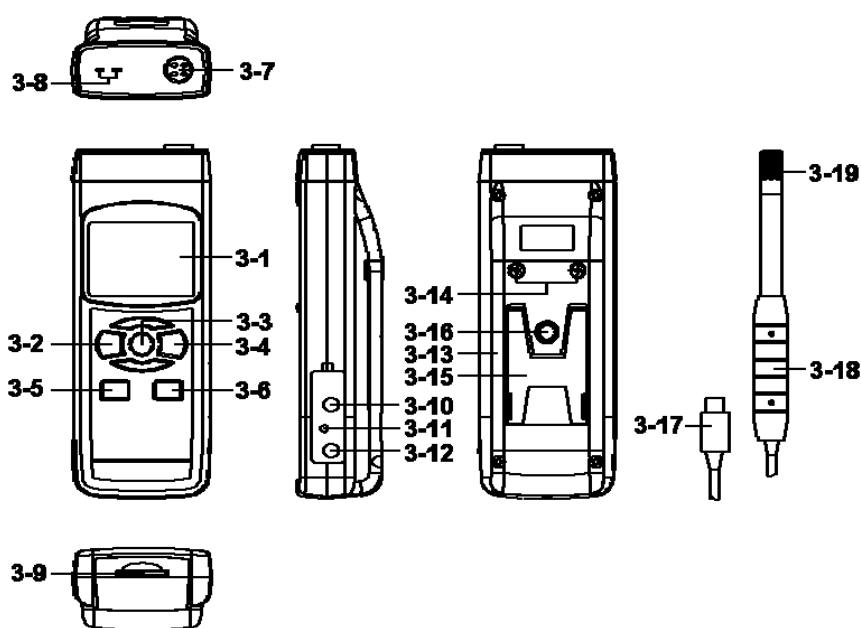

Fig.1
- 1) Encienda el medidor presionando momentáneamente el “Botón Encender” (3-2, Fig. 1).
- * Si presiona continuamente el “Botón Encender” (3-2, Fig. 1) durante 2 segundos el medidor se apagará.
Presionando continuamente el botón “Función” (3-3, Fig.1) (sin soltar el botón), la pantalla mostrará la siguiente secuencia de texto:
Hasta que en la pantalla aparezca el modo deseado (Función) no suelte el botón “Función” (3-3, Fig.1), el medidor ejecutará esta función.
- b. Conecte el "Enchufe de la sonda" (3-17, Fig. 1) en la " Toma del enchufe de la sonda" (3-7, Fig. 1).
Encienda el medidor presionando el "Botón Encender" (3-2, Fig. 1). En la pantalla LCD aparecerá la unidad "%H.r" y "°C o °F" a la misma vez que el valor de la medición (en la pantalla superior aparecerá el valor de la Humedad y en la pantalla superior el valor de la temperatura).
- b. No instale la “Sonda” (3-17, Fig.1) en el enchufe de la sonda (3-7, Fig.1)
- c. Enchufe la sonda de temperatura de termopar (sonda de temperatura opcional Tipo K o J) en el enchufe de “la toma de entrada de la sonda Tipo K/J” (3-8, Fig.1). En la pantalla aparecerá el valor de la medición tomada por la sonda de temperatura.
Durante la medición, presione el "Botón Hold" (3-3, Fig. 1) para mantener el valor de la medición y en la pantalla LCD aparecerá el símbolo " HOLD ".
- 1) La función de grabación de datos guarda las lecturas de los valores máximos y mínimos. Presione el botón "REC" (3-4, Fig.1) una vez para iniciar la función. El símbolo " REC " aparecerá en la pantalla.
- a. Presione el botón "REC" (3-4, Fig.1) el símbolo "REC MAX" junto con el valor máximo aparecerá en la pantalla. Si intenta borrar el valor máximo, presione el " Botón Hold " (3-3, Fig. 1) una vez, y en la pantalla solamente aparecerá el símbolo " REC. " mientras que la función de memoria se ejecutará continuamente.
- b. Presione el "Botón REC " (3-4, Fig. 1) de nuevo, el símbolo " REC. MIN. " junto con el valor mínimo aparecerán en la pantalla. Si intenta borrar el valor mínimo, presione el " Botón Hold " (3-3, Fig. 1) y en la pantalla solamente aparecerá el símbolo " REC. " mientras que la función de memoria se ejecutará continuamente.
Cuando conecte el medidor, la luz del fondo de la pantalla LCD se encenderá automáticamente. Durante la medición presione el "Botón Backlight" (3-2, Fig. 1) una vez para apagar la luz de fondo.
Prepare una tarjeta de memoria " SD " (de 1 GB hasta 16 GB), inserte la tarjeta SD en " la ranura de la tarjeta SD " (3-9, Fig. 1). La parte delantera de la tarjeta SD deberá estar de cara a la cubierta inferior.
Presione el botón " REC" (3-4, Fig. 1) una vez y en la pantalla LCD aparecerá el texto "REC", luego presione el "Botón Logger" (3-6, Fig. 1), y el símbolo " REC " parpadeará mientras que los datos de medición y la información horaria se guardan en el circuito de la memoria.
Durante la ejecución de la función de Datalogger, si se presiona el botón " Logger " (3-6, Fig. 1) una vez, se detendrá la función de Datalogger (dejará de guardar los datos de medición en el circuito de memoria temporalmente). A la misma vez, el texto " REC " dejará de parpadear.
Si presiona el "Botón Logger" una vez más (3-6, Fig. 1) el datalogger se ejecutará de nuevo y el texto " REC " parpadeará en la pantalla.
Mientras la función Datalogger está detenida, presione el botón " REC " (3-4, Fig. 1) continuamente al menos durante dos segundos. La indicación " REC " desaparecerá y se finalizará la función datalogger.
Presione el botón " REC " (3-4, Fig. 1) una vez, en la pantalla aparecerá el texto " REC ", después presione el botón " Logger " (3-6, Fig. 1) una vez y el símbolo REC parpadeará y el bípé sonará una vez a la misma vez que los datos de medición con la información horaria se guardan en el circuito de memoria. La pantalla inferior mostrará la Posición (Localización) y también se guardará en la tarjeta SD.
Durante la ejecución del datalogger manual, presione el botón " ▲ " (3-5, Fig. 1) y el número inferior (nº de posición) parpadeará. Se puede usar el botón " ▲ " (3-6, Fig. 1) o " ▼ " (3-5, Fig. 1) para ajustar la posición de la medición (de 1 hasta 99, por ejemplo de la habitación 1 hasta habitación 99) para identificar la localización de la medición, la pantalla inferior mostrará P x (x = de 1 a 99). Tras seleccionar el número de posición presione el botón "Enter" (3-4, Fig. 1) para confirmar.
Presione el botón " REC " (3-4, Fig. 1) continuamente durante al menos 2 segundos, la indicación " REC " desaparecerá y se finalizará la función datalogger.